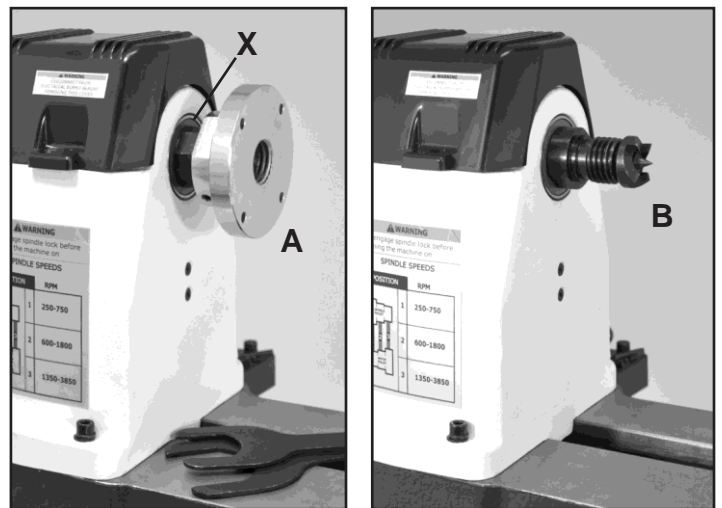

FIG. 2
3. PLATO DEL CABEZAL FIJO: Se utilizan platos (#58, Fig. 2, A) para torneazados y discos. Hay una serie de orificios de tornillo en el plato para montar la pieza de trabajo para el torneado.
4. LA PUNTA DE ESPUELA DEL CABEZAL FIJO: La Punta de espuela (#59, FIG. 2, B) se utiliza para torneazados entre centros. Se encaja en el husillo. El husillo y la punta de espuela tienen los mismos conos MT-2. Se puede quitar la punta de espuela del husillo con la Barra expulsadora larga, que se introduce a través del extremo izquierdo externo del husillo.